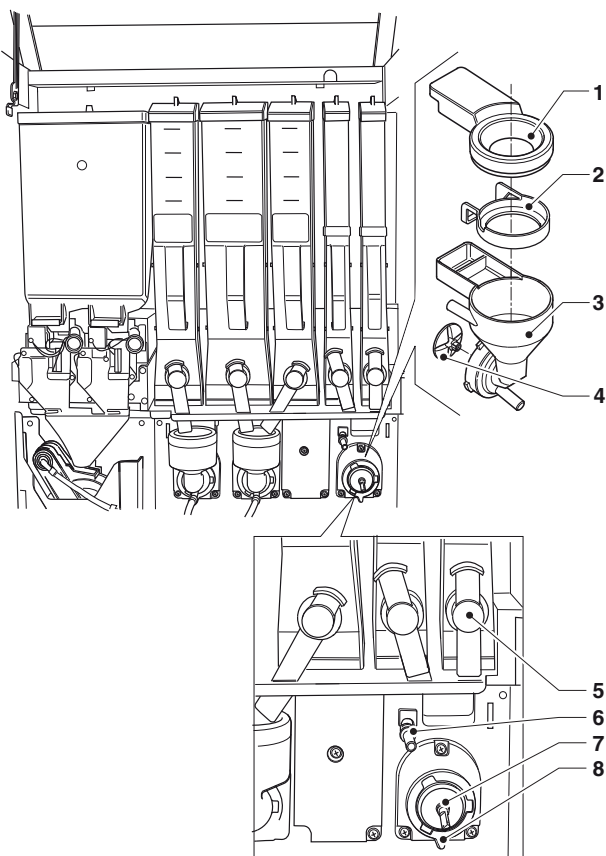

Fig. 28
- para desmontar las paletas basta con tirar ligeramente de ellas para liberarlas (véase la fig. 28);
Acoplado a fondo las paletas, la junta prensaestopas asumirá su posición correcta (véase la fig 28).